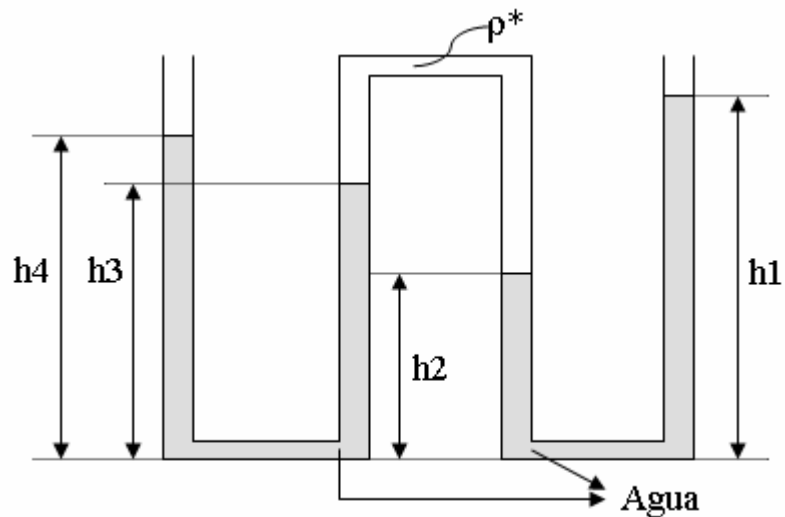

Figura 1.6
24. En el sistema mostrado en la Figura 1.6, determine la densidad del fluido intermedio (ρ^*), sabiendo que: $h_1 = 16$ cm, $h_2 = 4$ cm, $h_3 = 10$ cm, $h_4 = 15$ cm. Comente su respuesta.